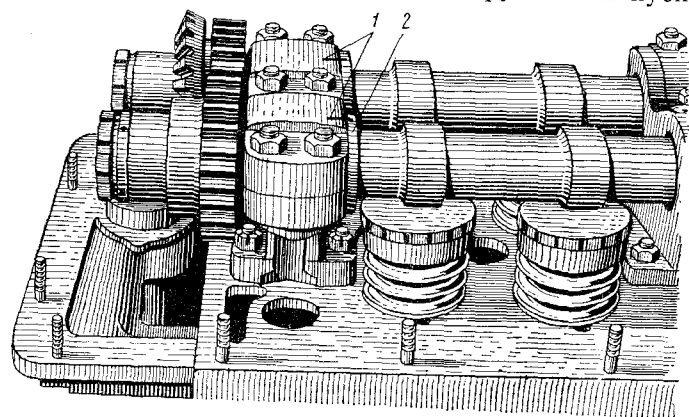

Рис. 115. Места нанесения меток на деталях механизма газораспределения
1) проверните коленчатый вал по ходу вращения, установите кулачки распределительного вала первого левого цилиндра в положение, соответствующее началу впуска, и нанесите метки на крышке опорного подшипника и нанесите метки распределительных валов обоих блоков (рис. 115);